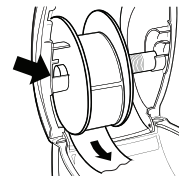

Figura 7
- 6 Inserire la bobina etichette nella fessura del coperchio superiore, con le etichette sporgenti dal basso. Vedere la Figura 7.